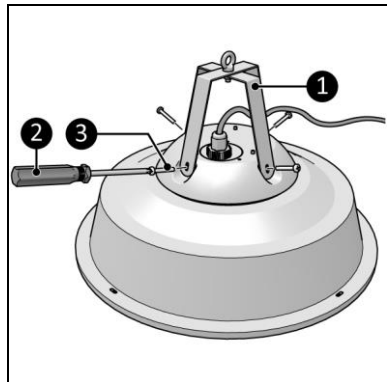

Figure 5
2. Vissez et serrez les supports (figure 5, pos. 1) à l'appareil avec les quatre vis (figure 5, pos. 3) et un tournevis Phillips (figure 5, pos. 2).